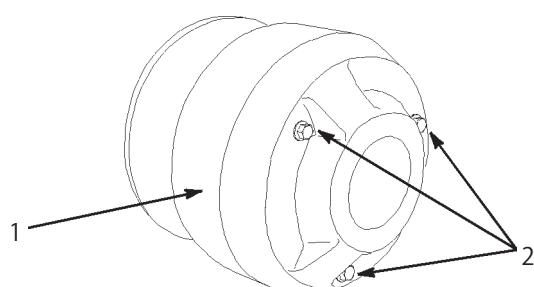

図56
4. クラッチ・カバーのボルト（3本）を外してカバーを取り（図56）。